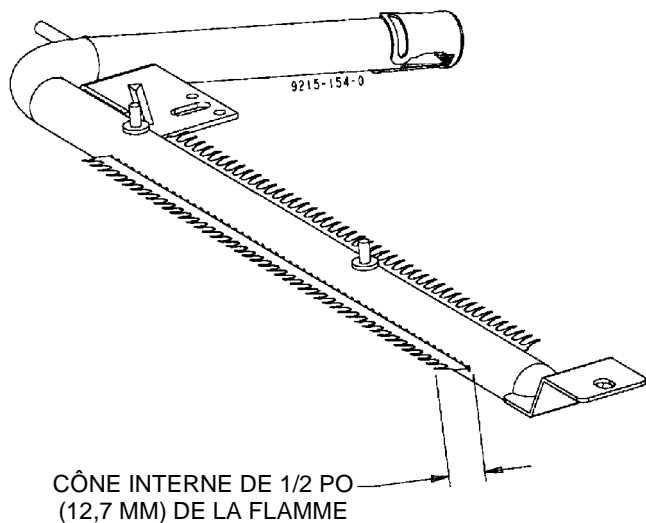

FIGURE 5
a. La hauteur approximative de la flamme d'un brûleur du four doit présenter une partie bleue distincte de 1/2 po (13 mm) (voir la figure 5).